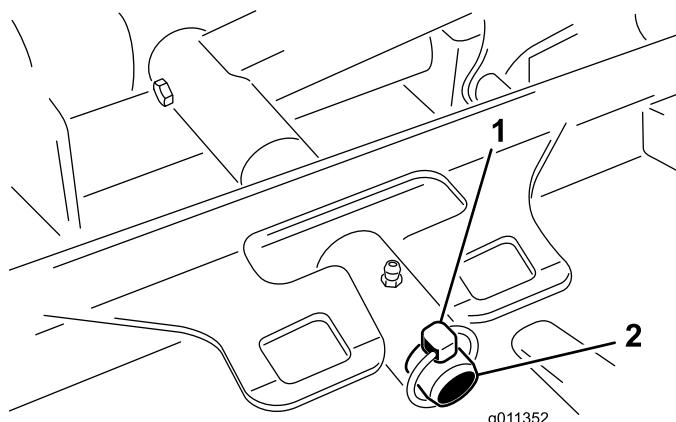

Figura 11
3. Retire el pasador de seguridad o la tuerca de retención (GM 4700 solamente) que sujetla el bastidor de tiro de la carcasa a la barra de giro del brazo de elevación (Figura 11).
3. Deslice el bastidor de tiro de la carcasa sobre el pasador de giro del brazo de elevación. Sujételo con un pasador de seguridad o una tuerca de retención (GM 4700 solamente) (Figura 11).